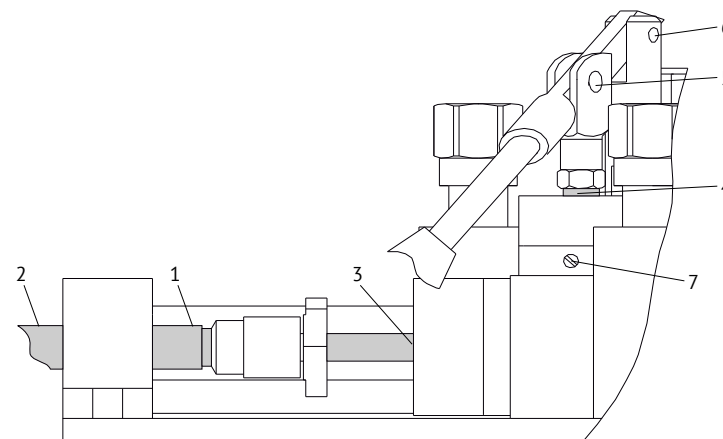

Рис. 4. Подготовка к работе
6.6 Открутите *винт 7* (Рис. 4) на  $\frac{1}{2}$  оборота. Плавно качайте ручным насосом до тех пор пока из под резьбы *винта 7* не перестанет выходить воздух. Закрутите *винт 7* с небольшим усилием.
8.2 При ежедневном техническом обслуживании производят внешний осмотр, очищают от загрязнений и пыли сухой чистой ветошью. Проверяют наличие рабочей жидкости на *поверхности штоков 3 и 4* (Рис. 4), смазки на *поверхности винта 1 и 2*, на *осях вращения 5, 6* (Рис. 4). При её отсутствие или недостаточном количестве произвести смазывание *поверхности винта 1 и 2*, *оси 5 и 6* консистентной смазкой ЛИТОЛ — 24 ГОСТ 21150-87, а *поверхности штоков 3 и 4* рабочей жидкостью.